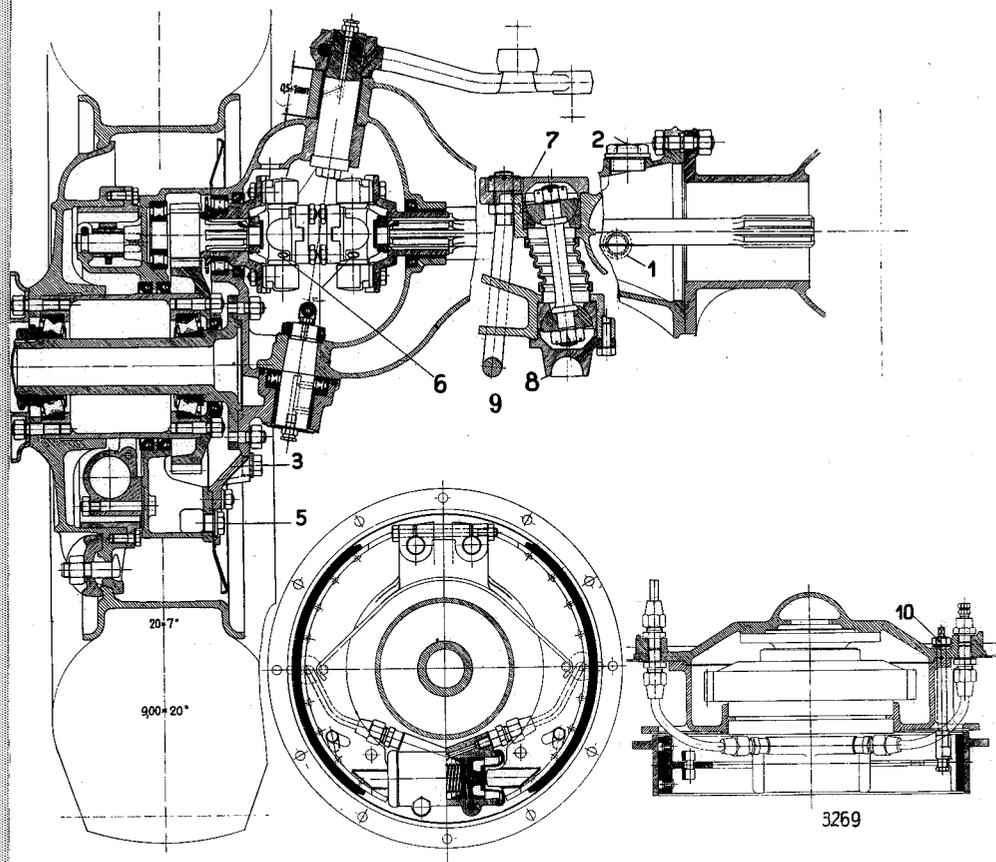

Abb. 47 Schnitt durch Vorderachse und Rad
Die Ölniveauschraube 1 (Abb. 47) einer der beiden Halbachsen wird geöffnet. Ist der Ölstand zu tief, so ist nach Entfernung der Einfüllschraube 2 der anderen Halbachse soviel Öl langsam einzufüllen, bis
- Deckel 7 und 8 (Abb. 47) ausbauen.
Beim Wiedereinbau ist darauf zu achten, daß die Achsen, Aufhängebolzen und Halbkugeln nicht verwechselt werden, da die Ansätze für die Radaufhängung nur einseitig und außerdem die Halbkugeln mit den Pfannen zusammengeläppt sind. Die Halbkugeln und Pfannen sind deshalb mit gleichen Zahlen versehen. Außerdem ist darauf zu achten, daß der Sicherheitsbügel 9, wie in Abb. 47 ersichtlich, richtig montiert wird.